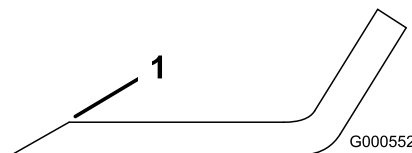

Рисунок 81
1. Заточите напильником режущую кромку на обоих концах ножа (Рисунок 81).
Примечание: Если нож не сбалансирован, удалите некоторое количество металла только с конца области загиба (Рисунок 81).